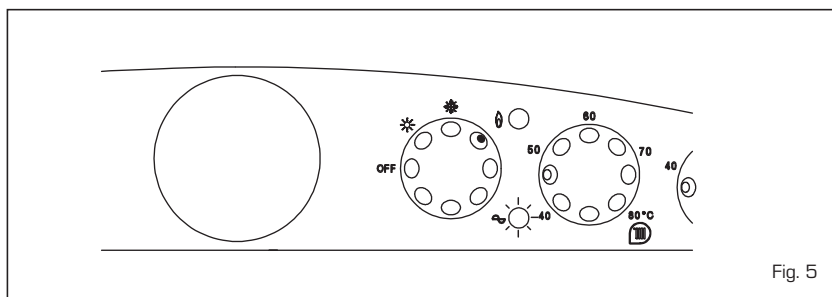

Fig. 5
- **Altre anomalie** (fig. 5)
Nel caso si accenda la spia bicolore verde lampeggiante (fig. 5) la caldaia non funziona. Per ripristinare il funzionamento riarmare il pulsante del termostato.